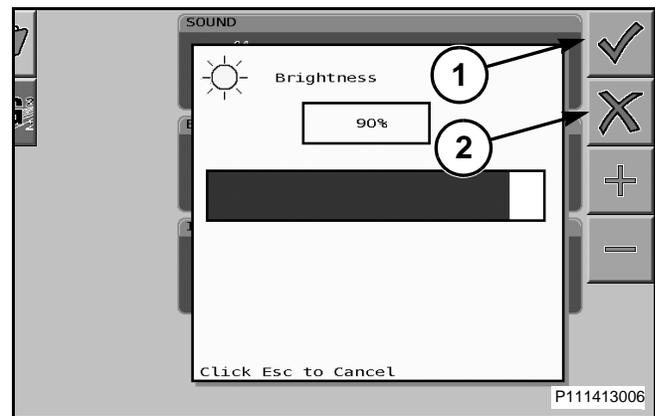

FIG. 77
FIG. 77: Use la rueda de selección para establecer el nivel de brillo de la pantalla del terminal virtual. Presione el botón de la rueda de selección o la tecla rígida situada junto al icono de marca de verificación (1) para aceptar el ajuste. Para cancelar la selección, presione la tecla rígida situada junto al icono X (2).